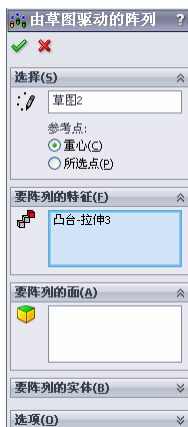

图 5-118 “由草图驱动的阵列” 属性管理器
- ④ 执行草图驱动阵列命令。选择菜单栏中的“插入”→“阵列/镜向”→“草图驱动的阵列”命令，或者单击“特征”工具栏中的“草图驱动的阵列”图标，此时系统弹出如图 5-118 所示的“由草图驱动的阵列”属性管理器。